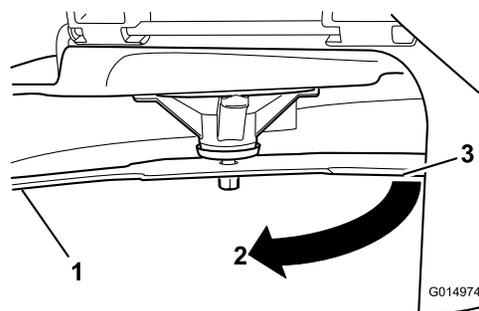

Figura 52
4. Rode mesma lâmina 180 graus para que a extremidade de corte oposta esteja agora na mesma posição (Figura 52).